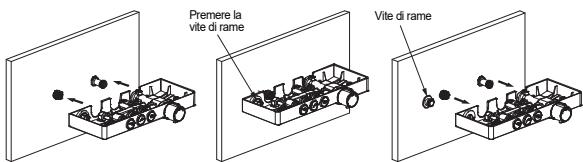

Figura 5
- d) Premere la vite di rame sulla parete e rimuovere il pannello doccia termostatico. Segnare la posizione della vite di rame sulla parete (Figura 5).